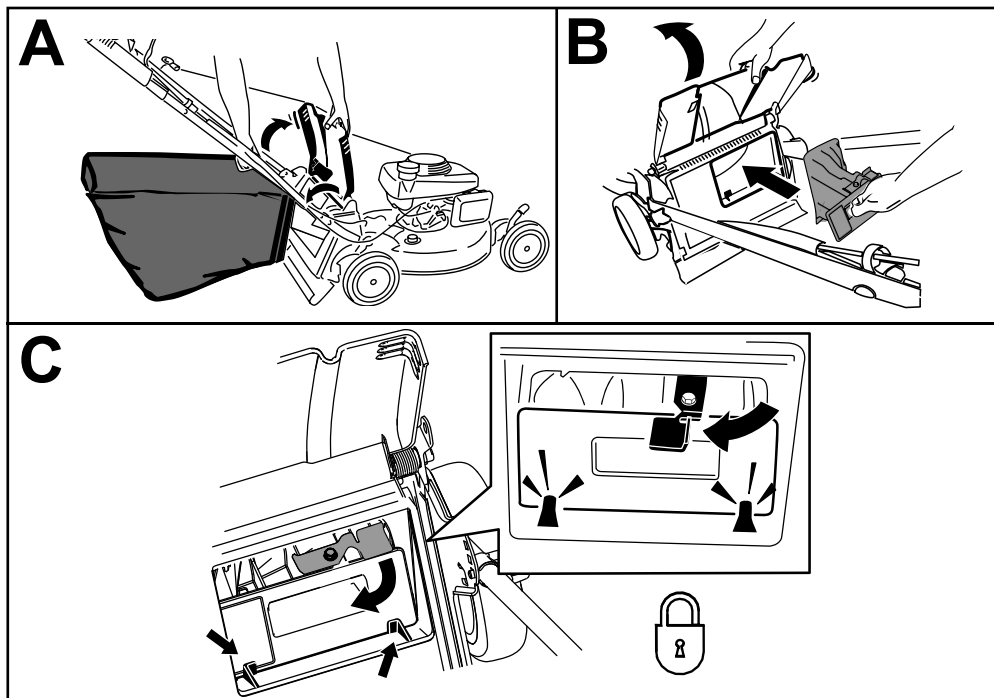

Figura 23
1. Levante y sujete el deflector trasero y levante la bolsa de recogida por el asa para separarla de las muescas de los soportes del manillar (Figura 23, A).
2. Instale el tapón trasero (Figura 23, B).
Importante: Asegúrese de que el tapón trasero está bloqueado en su sitio. Para bloquear el tapón, presione firmemente hasta que encaje en su lugar detrás de las pestañas, y gire la palanca del tapón a la izquierda (Figura 23, C).